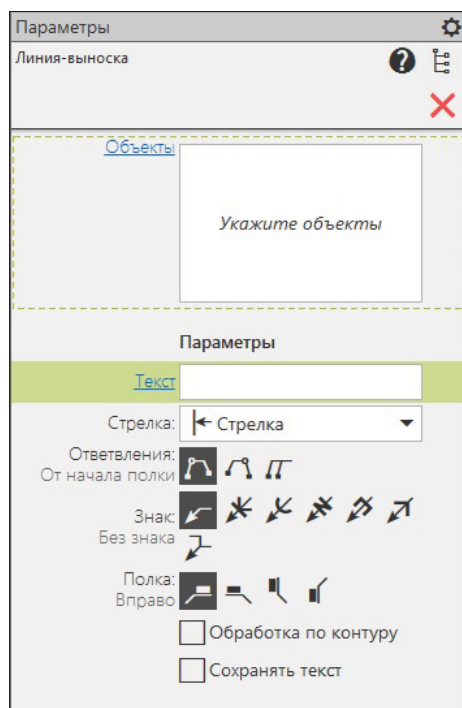

Рис. 28.16. Панель Параметры: Линия-выноска
- ◆ подведите курсор к объекту обозначения (в данном случае к грани модели) и щелкните ЛК мыши — появился фантом линии-выноски. На панели **Параметры: Линия-выноска** (рис. 28.16) выполните такие действия: